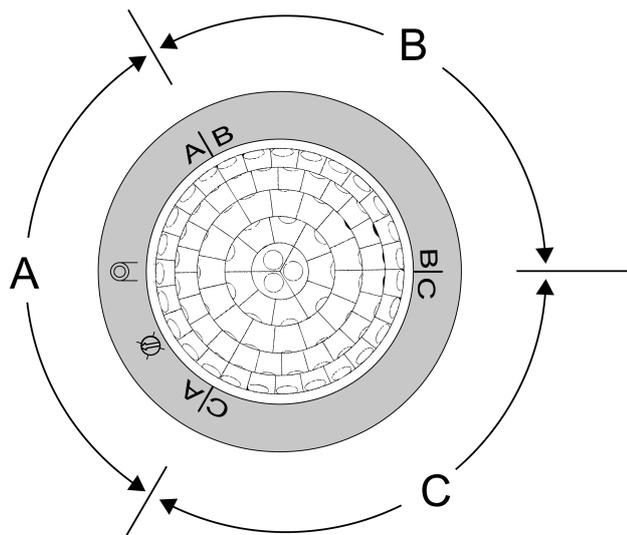

Figure 6: La disposition des zones A, B et C
- Orienter la boîte de raccordement (1) de telle sorte que les zones A, B et C correspondent aux caractéristiques du bâtiment. La disposition est visible sous l'anneau enjoliveur (Figure 6).